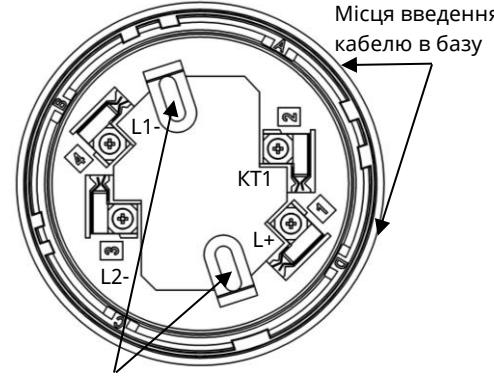

Рисунок 2 – Розташування клем на базі СПТА
- 2) встановити базу на рівній поверхні, прикріпити шурупами або гвинтами згідно рис. 2, після затягування яких база не повинна бути деформована.
- 3) закріпити дроти AI в гвинтових клемах бази відповідно до рис. 2 і таблиці 1. В базі СПТА DETECTO HT110 чотири клеми, в СПТА DETECTO HT100 – дві клеми;